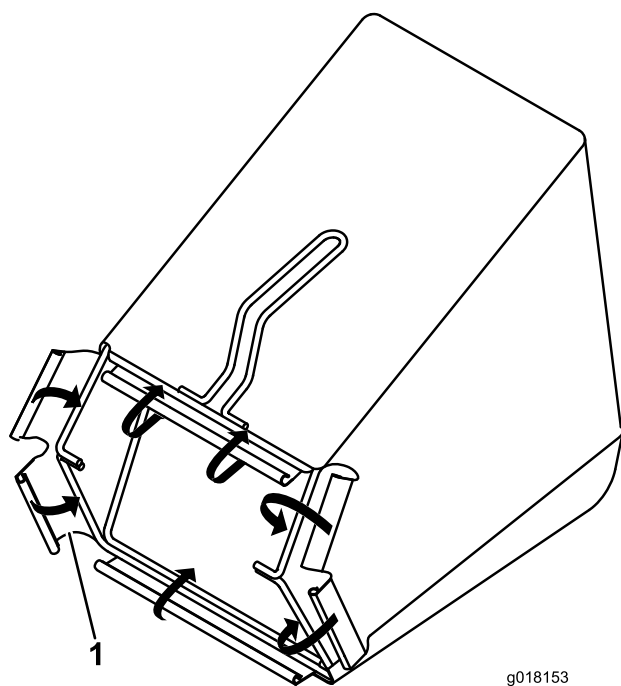

Figura 5
2. Prenda os clips de plástico à estrutura do saco de relva (Figura 5).